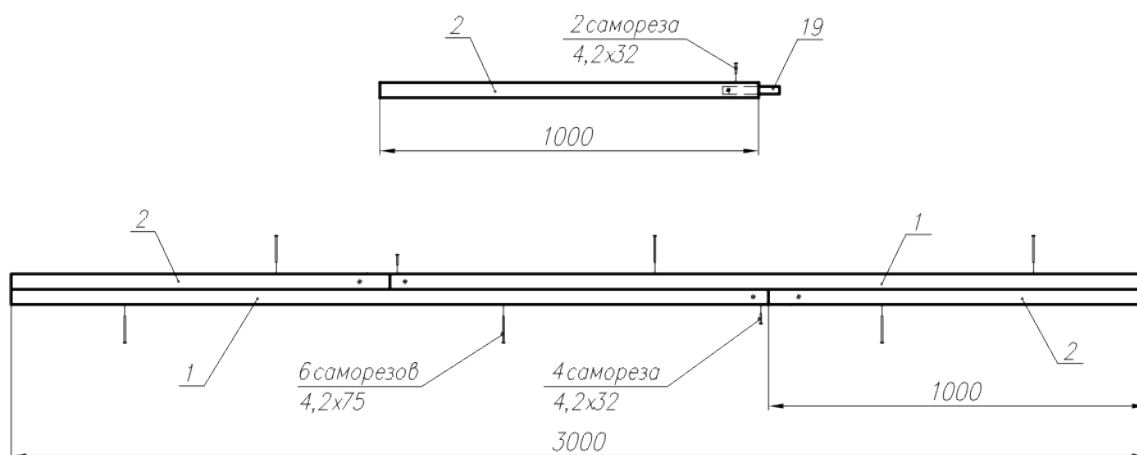

Рис. 23
4.9. Соберите верхний соединитель дуг согласно рис.23.
4.10.2. Возьмите четыре детали 2, вставьте с одной из сторон этих деталей внутрь профилей стыковочные элементы 19, зафиксируйте их саморезами 32 мм в двух плоскостях так же, как показано на рис.23. Вставьте с другой стороны тех же деталей 2 усиленные элементы 21.